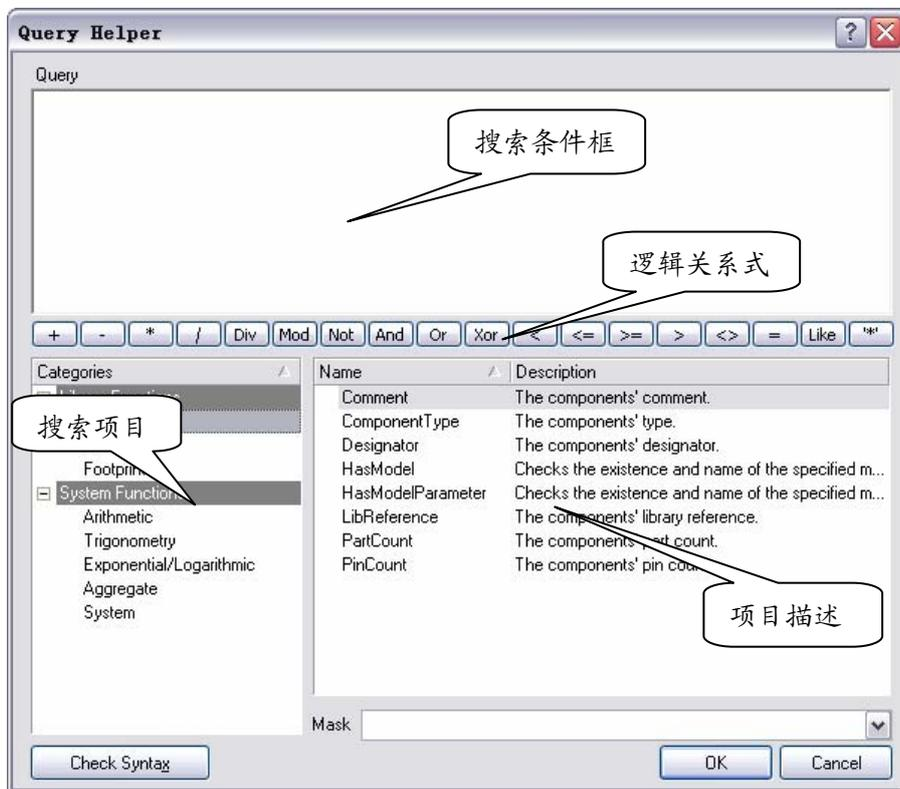

图 3-12 搜索助手对话框
- **【Helper】** 搜索助手，点击该按钮将打开图 3-12 所示的搜索助手对话框。搜索助手是辅助用来生成搜索条件的。同样也由若干部分组成。